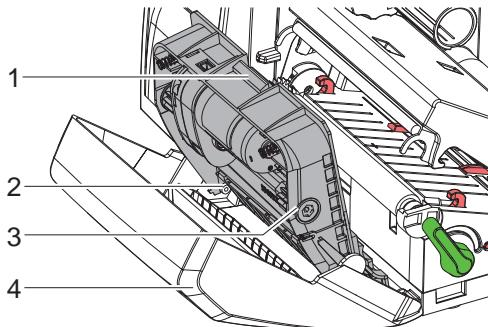

Рис. 19 Демонтаж ножа
- ▶ Проворачивайте вал (6) шестигранной отверткой TX10 по часовой стрелке до тех пор, пока зубчатые рейки (7) не выйдут из зацепления с зубчатыми колесами.
- ▶ Выньте верхнее лезвие (9) из направляющих (8).
- ▶ Выньте нижнее лезвие (10).
- ▶ Вставьте нижнее лезвие сверху в держатели (11).
- ▶ При необходимости снова вставьте пружины (12) в картриджи для пружин (13).
- ▶ Для монтажа верхнего лезвия прижмите нижнее лезвие к крышке, вставьте верхнее лезвие в направляющую и подавайте как можно дальше вверх, пока зубчатые рейки (7) не войдут в зацепление с зубчатыми колесами (5).
- ▶ Проворачивайте вал (6) шестигранной отверткой TX10 против часовой стрелки, пока лезвие не достигнет верхнего упора.
5. Вставьте узел ножа (3) согласно рис. 19 в оси (2) и опускайте в крышку (4), пока не раздастся щелчок.